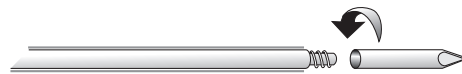

Figure 12. Fixer l'embout métallique sur le tunnellisateur.
1. Fixer l'embout métallique sur le tunnellisateur (Figure 12) et retirer la gaine protectrice.